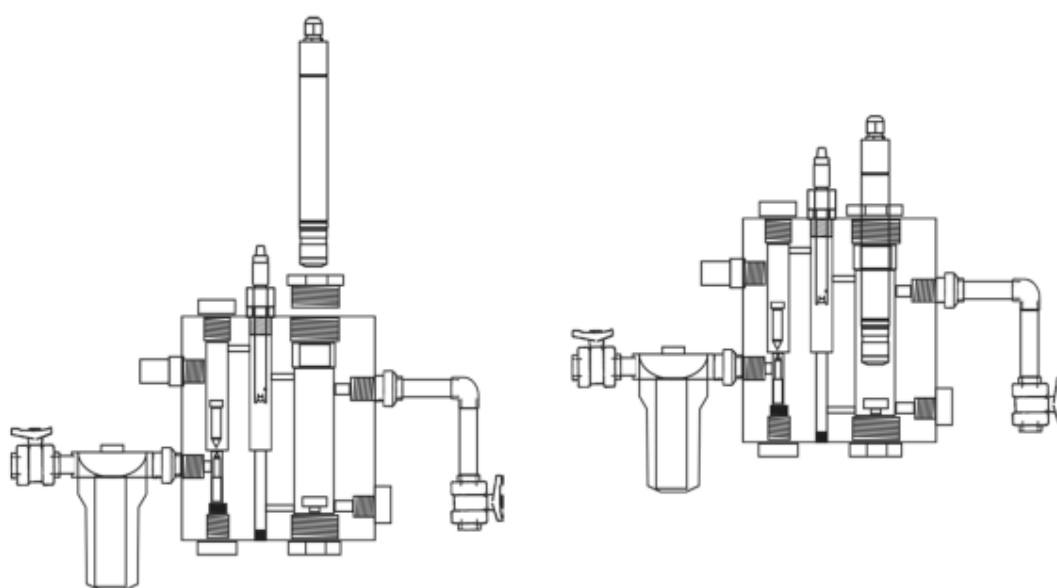

Рисунок 13
1. Вставьте датчик хлора в держатель зонда, поставляемый вместе с монтажным оборудованием (Рисунок 13).